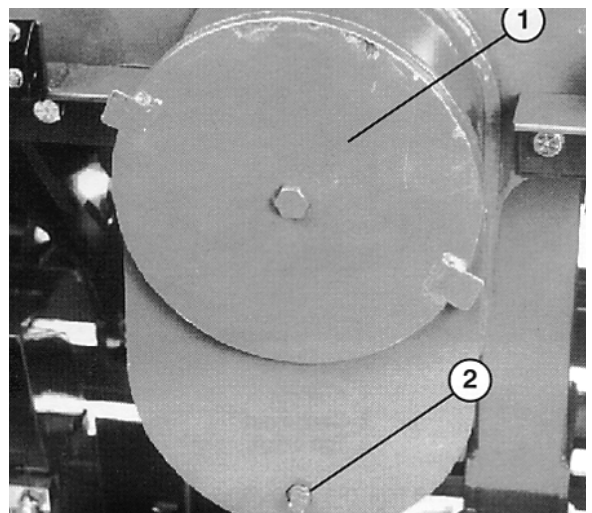

Fig. 15
1. Parkér maskinen på et jævnt, vandret underlag. Fjern dækslet fra pick-off gearkassen (fig. 15)